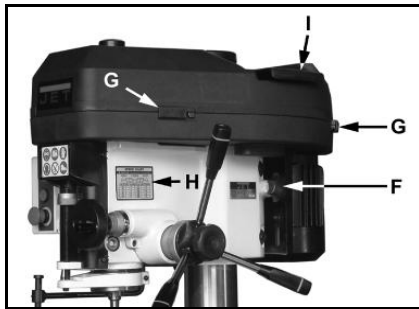

Fig 8
Öffnen Sie die Verriegelungslaschen (G, Fig 8) und den Abdeckschieber (I).